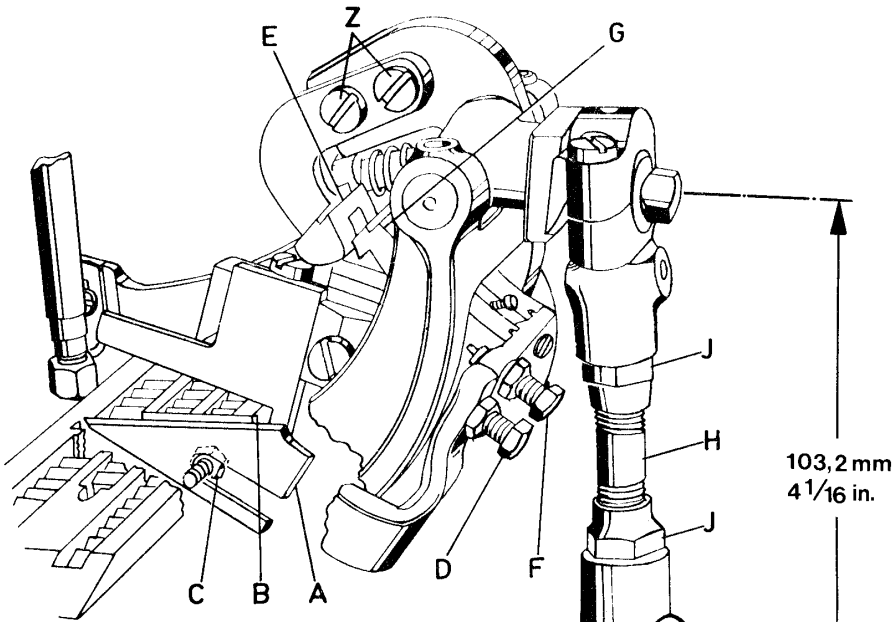
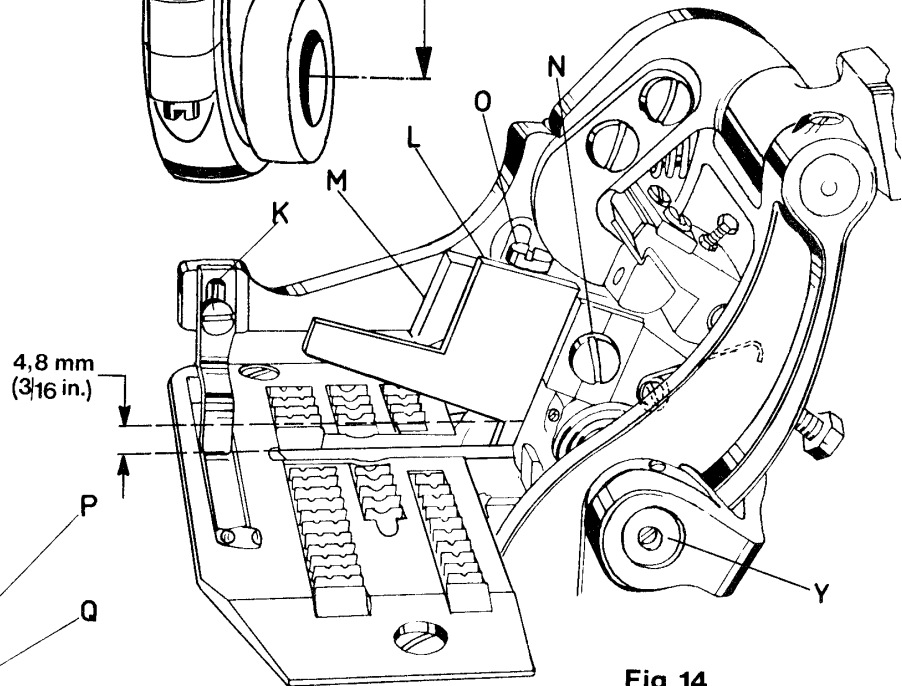
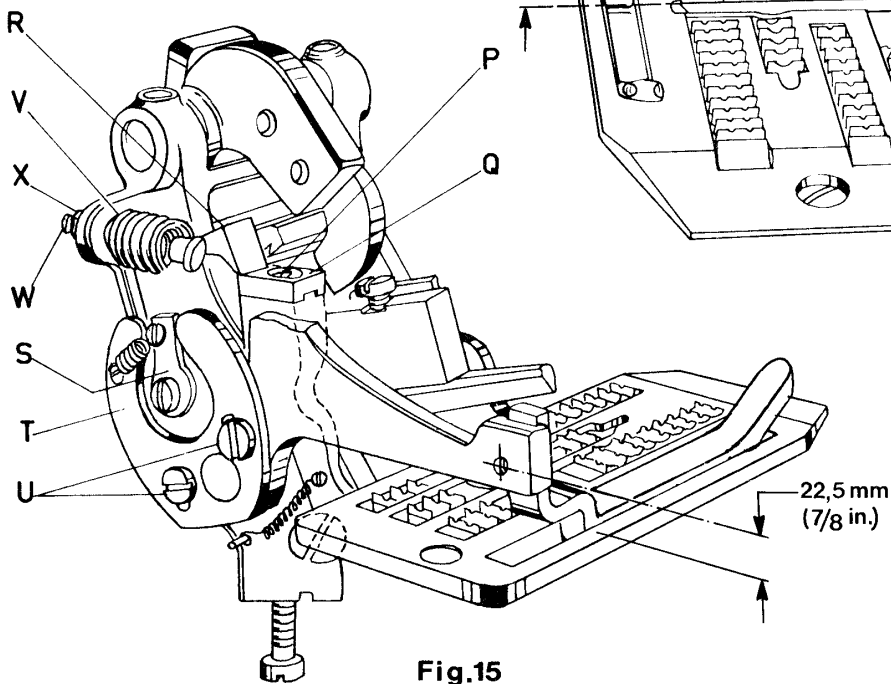

Fig. 13
Fig. 14
Fig. 15
2. Lay the throat plate temporarily on its seat. Loosen the hexagonal head adjusting screw (D, Fig. 13) and set so that the distance between top surface of throat plate and the center of thread hole for fastening the actuating shoe is 22.5 mm (7/8 in.) (see Fig. 15). Retighten screw (D, Fig. 13) with lock nut.
3. Set the lower knife (A, Fig. 13) so that the cutting edge is even with the top of throat plate (B) and tighten it in this position with the hexagonal head screw (C). Reassemble needle guard, feed dog and throat plate.
4. Assemble actuating shoe (K, Fig. 14) and set it so that the top surface of actuating shoe is even with the top surface of throat plate.
5. With a screwdriver, press the spring loaded knife lever shaft (Y, Fig. 14) to the rear and insert upper knife (L) in upper knife lever (M). Raise the upper knife as high as it will go, until the back of the knife cutting edge stops on the knife lever. Tighten the clamp screw (N) slightly.
6. Loosen screw (P, Fig. 15) and move shoe (Q) to extreme left. Turn handwheel until pawl (E, Fig. 13) is at its lowest position. Turn screw (F) until the edge of ratchet block (G) snaps over the edge of pawl (E), then add 1/4 to 1/2 turn more to ensure adequate clearance under operating conditions. Retighten the lock nut of the screw (F). If screw (F) is turned too far the mechanism will not work. Small differences can be equalized when loosening screws (Z) and adjusting the pawl (E) accordingly. Retighten screws (Z) firmly.
7. Move shoe (Q, Fig. 15) to the right so that pawls (R) will rest on the extreme right end of shoe. Shoe should have polished end to the right and point of pawls may overlap slightly over outside to insure trigger action during operation of machine.
2. Legen Sie die Stichplatte vorübergehend auf ihre Auflage. Lösen Sie die Sechskant-Einstellschraube (D, Fig. 13) und stellen Sie sie so, daß der Abstand zwischen Stichplattenoberfläche und Mitte Gewindebohrung zur Tasterbefestigung 22,5 mm beträgt (Siehe Fig. 15). Ziehen Sie die Schraube (D, Fig. 13) mit der Gegenmutter fest.
3. Stellen Sie das Untermesser (A, Fig. 13) so ein, daß seine Schneide mit der Oberfläche der Stichplatte (B) bündig ist und ziehen Sie es in dieser Stellung mit der Sechskantschraube (C) fest. Bauen Sie Nadelanschlag, Transporteur und Stichplatte wieder ein.
4. Montieren Sie den Taster (K, Fig. 14) und stellen Sie ihn so ein, daß die obere Fläche des Tasters mit der Oberseite der Stichplatte bündig ist.
5. Drücken Sie mit einem Schraubendreher die gefederte Messerhebelwelle (Y, Fig. 14) nach hinten und setzen Sie das Obermesser (L) im Messerhebel (M) ein. Schieben Sie das Messer im Hebel so weit wie möglich nach oben bis der Rücken der Messerschneide am Messerhebel anschlägt. Ziehen Sie die Klemmschraube (N) leicht an.
6. Lösen Sie die Schraube (P, Fig. 15) und schieben Sie den Schaltschuh (Q) ganz nach links. Drehen Sie das Handrad bis der Mitnehmer (E, Fig. 13) seine tiefste Stellung erreicht hat. Drehen Sie die Schraube (F) bis die Kante der Klinke (G) über die Kante des Mitnehmers (E) schnappt. Drehen Sie die Schraube (F) um 1/4 bis 1/2 Umdrehung weiter, damit beim Betrieb ausreichend Spielraum vorhanden ist. Ziehen Sie die Gegenmutter der Schraube (F) wieder an. Wenn die Schraube (F) zu weit gedreht wird, arbeitet der Mechanismus nicht. Kleine Unterschiede können nach Lösen der Schrauben (Z) und durch entsprechendes Verstellen des Mitnehmers (E) ausgeglichen werden. Ziehen Sie die Schrauben (Z) wieder gut an. Wenn die Kanten von Mitnehmer und Klinke nicht ineinander eingreifen, so kann es notwendig werden, die Verbindungsstange (H) mit den Feststellmutter (J) nachzustellen. Der richtige Abstand von Mitte zu Mitte Lagerschale beträgt 103,2 mm. Bei einzelnen Bandabschneidern kann wegen geringfügiger Summierung von Fertigungstoleranzen eine leicht abweichende Einstellung notwendig werden.
7. Schieben Sie den Schaltschuh (Q, Fig. 15) nach rechts, so daß die Spitze der Schalt Nase (R) am äußersten rechten Ende des Schaltschuhes aufliegt. Das polierte Ende des Schaltschuhes muß rechts sein und die Spitze der Schalt Nase soll die Schaltschuhaußenkante leicht überlappen, damit beim Betrieb der Maschine eine Schnepperwirkung gewährleistet ist.
8. When actuating shoe (K, Fig. 1e) is raised slightly, trip dog (S, Fig. 15) should allow pawl (R) to slide off shoe (Q) and the cutting action is released within 1 1/2 turn or less of the handwheel.
Raise actuating shoe (K, Fig. 14) slightly and turn handwheel in operating direction until upper knife (L) is in its lowest position. Left at the tip of the knives, the cutting edge of the upper knife should overlap the cutting edge of the lower knife by 1 mm (.040 in.)
When open there should be about 4.8 mm (3/16 in.) opening, right at the pilot of the upper knife (see Fig. 14).
NOTE: When the knives (A, Fig. 13) and L, Fig. 14) are resharpened, their adjustment is maintained by only raising and lowering them in their holders, according to the stock removed while grinding.
9. The position of the tape cutter actuating shoe (K, Fig. 14) determines the length of tape extending beyond the bag at the start of closure. The extending length of tape at the finish of closure is not adjustable.
Also the trip dog operating cam (T, Fig. 15) can be retarded or advanced to vary the length of the tape at the start of closure. Loosen screws (U) and turn the operating cam (T) toward the handwheel end of machine to shorten the extending length of tape and in the opposite direction to lengthen it. Retighten screws (U).
The actuating shoe tension spring (V, Fig. 15) is adjustable for various weights of material. Use screw (W) and lock nut (X) to make this adjustment. The tension should be just strong enough to press the actuating shoe down, back to its home position.
8. Wird der Taster (K, Fig. 14) leicht angehoben, bewirkt der Schaltnocken (S, Fig. 15), daß die Schaltnase (R) vom Schaltshuh (Q) heruntergleitet, innerhalb von 1 1/2 Handradumdrehungen oder weniger, wird der Schneidvorgang ausgelöst.
Heben Sie den Taster (K, Fig. 14) leicht an und drehen Sie am Handrad in Nährichtung bis das Obermesser (L) in seiner untersten Stellung ist. Links an er Spitze der Messer soll die Schneide des Obermessers die Schneide des Untermessers um 1 mm überlappen.
In geöffnetem Zustand soll rechts am Führungzapfen des Obermessers ein Durchgang von etwa 4,8 mm sein (siehe Fig. 14).
BEACHTEN SIE: Wenn die Messer (A, Fig. 13) und (L, Fig. 14) nachgeschliffen werden, bleibt ihre Einstellung erhalten. Sie müssen nur in ihren Haltern höher und tiefer gestellt werden, entsprechend dem beim Schärfen abgeschliffenen Werkstoff.
9. Die Lage des Tasters (K, Fig. 14) bestimmt die überstehende Bandlänge am Anfang des Sackes. Die überstehende Bandlänge am Sackende ist nicht einstellbar.
Auch die Schaltnockenkurve (T, Fig. 15) kann etwas vor- oder zurückgestellt werden, um die Länge des überstehenden Bandes am Anfang des Sackes zu verändern. Lösen Sie dazu die Schrauben (U) und drehen Sie die Kurve (T) auf die Handradsseite der Maschine zu; dies verkürzt die überstehende Bandlänge. Drehen in entgegengesetzter Richtung verlängert sie. Ziehen Sie die Schrauben (U) wieder an.
Die Druckfeder (V, Fig. 15) für den Taster kann auf die verschiedenen Materialstärken eingestellt werden. Die Einstellung wird mit Schraube (W) und Gegenmutter (X) gemacht. Der Druck soll gerade stark genug sein, um den Taster wieder nach unten, zurück in seine Ausgangsstellung zu bringen.